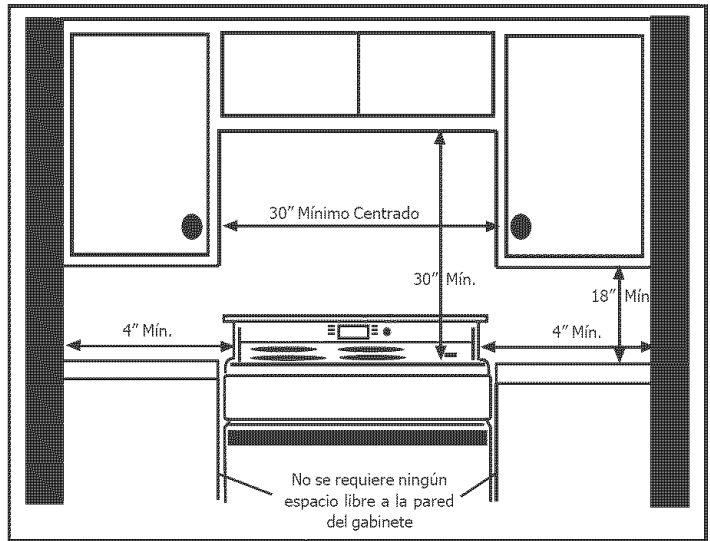

Figura 1: Preparación de Gabinetes
2. Preparar Gabinetes (Vea Figura 1)